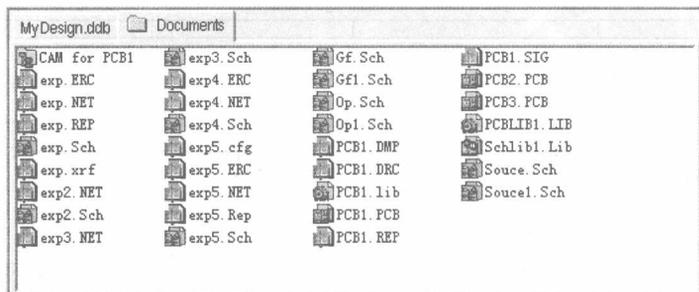

图 1-7 Document 管理器
(3) **Documents** 管理器: 用于存储设计文件，如图 1-7 所示。